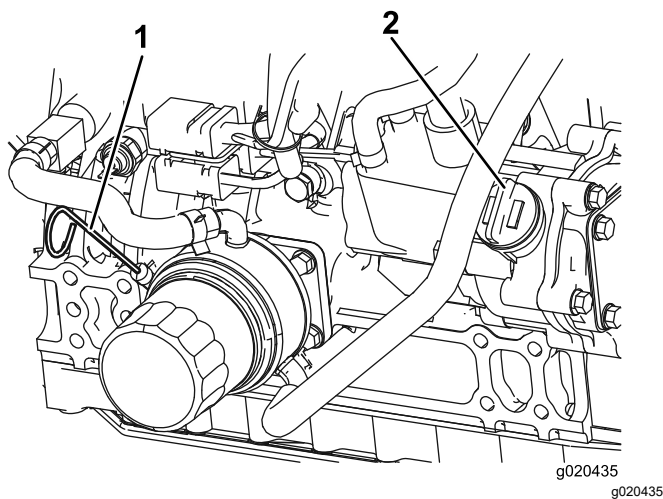

Figura 27
El nivel de aceite debe estar en el intervalo seguro (Figura 27).
4. Si el nivel de aceite está por debajo del intervalo seguro, retire el tapón de llenado (Figura 27) y añada aceite hasta que el nivel llegue a la marca Full (lleno). **No llene demasiado.**